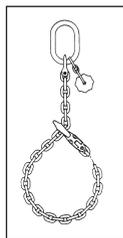

Рис. 6
- б) Использование подъема методом затяжки (уменьшение грузоподъемности на 20%, **рис. 6**).